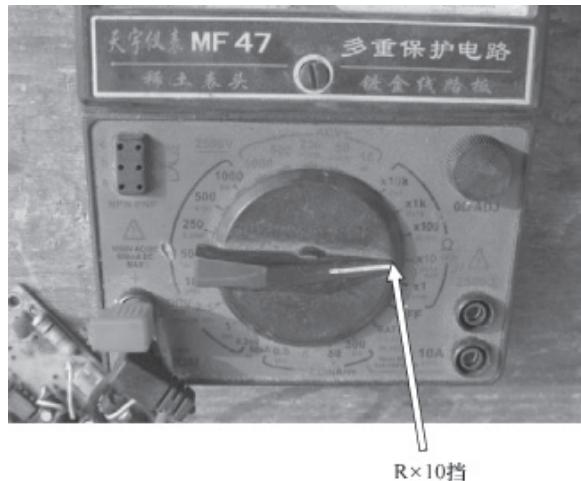

图 2-39 选择挡位
2) 将指针式万用表拨至欧姆挡。通常对于普通固定电容器阻值的测量可选用“R × 10”挡，如图 2-39 所示。